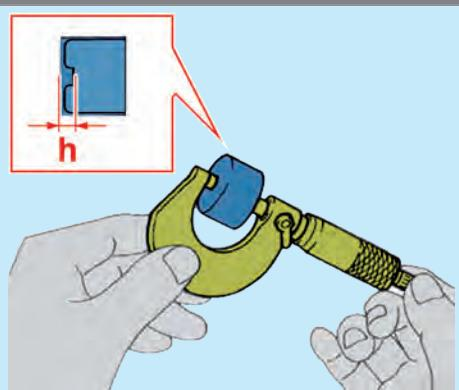

Fig.4
- Mesurer son épaisseur (h) au niveau de son ergot central (Fig.4).